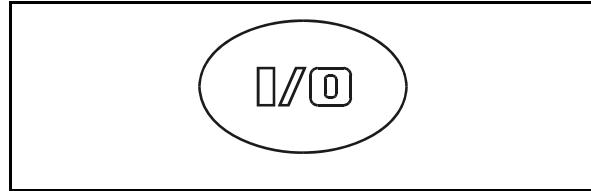

Fig. 6
IN (I) / UR (0) (Fig. 6). Med dessa kopplas manöverpanelen **AMATRON+** in och ur.